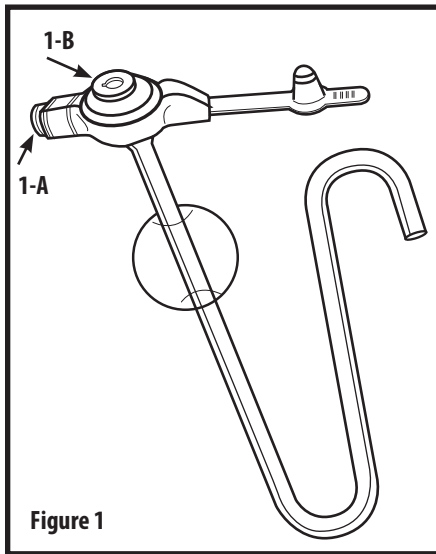

Figure 1
2. 采用器械包中的6 ml直口注射器，采用5 ml无菌或者蒸馏水通过气囊口扩张气囊(图1-A)
4. 采用6 ml直口注射器，通过空肠口冲洗水(图1-B)来证实关闭与否。